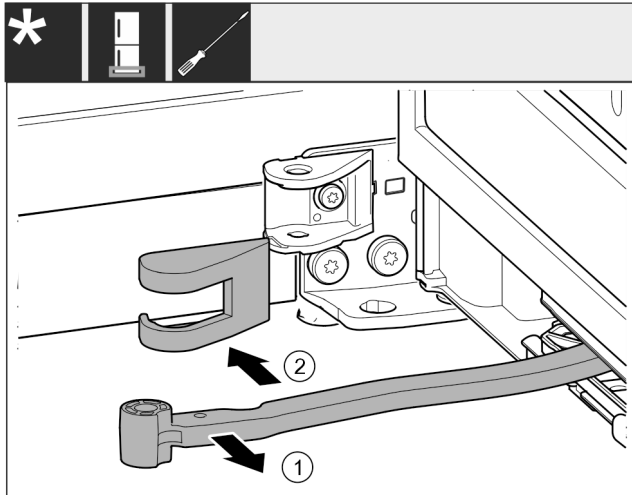

Fig. 16
- ▶ Käännä nivel oven suuntaan. Fig. 16 (1)
- ▶ Poista laakeripukin suojus. Fig. 16 (2)